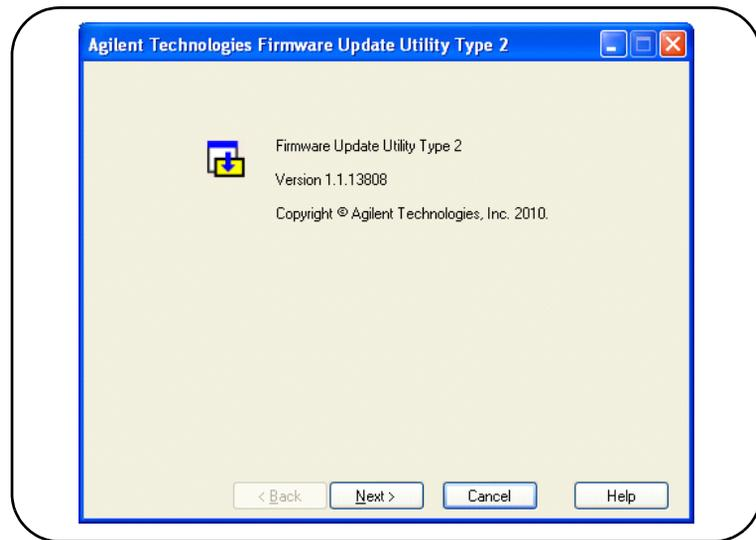

Abbildung 2-9. Dateiauswahlfenster des Firmware-Update-Dienstprogramms.
1. Starten Sie das Dienstprogramm vom Installationsverzeichnis aus oder über das Menü 'Start'. Ein ähnliches Fenster wie in Abbildung 2-9 dargestellt wird angezeigt.